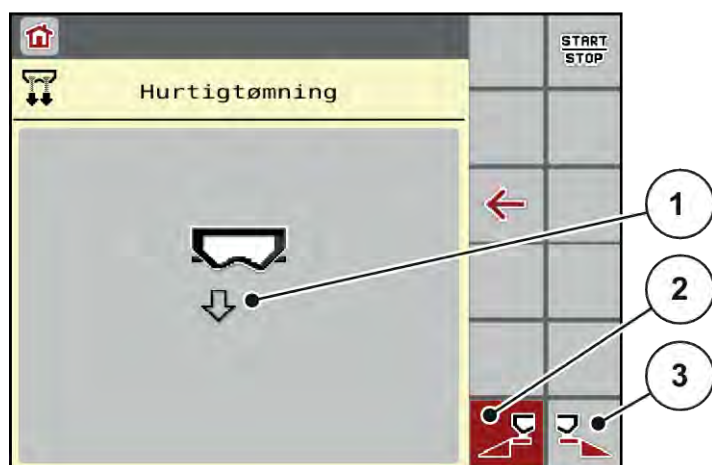

Fig. 17: Menu Hurtigtømning
*Displayet viser den valgte delbredde som symbol (Fig. 17, position [3]).*